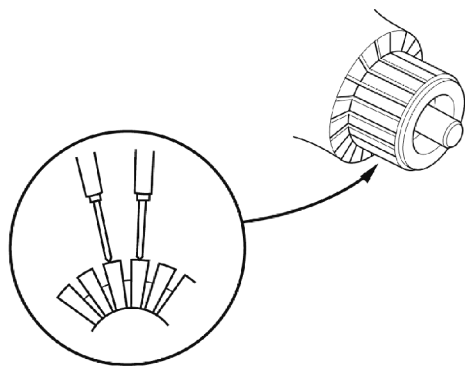

图 24-14 检查整流片之间是否导通
8) 如图 24-14 所示, 检查换向器整流片之间是否导通。如果任何整流片之间断路,